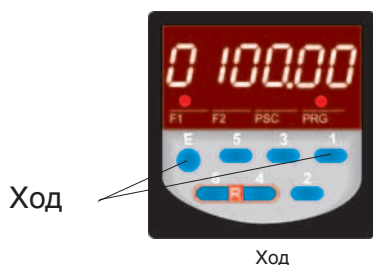

Рисунок 14
- а) Нажмите одновременно кнопки E+1 (см.рис. 14).